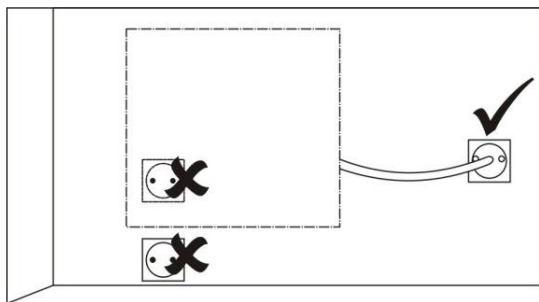

Рис.2
- Подключение к электросети: розетка должна быть расположена не менее чем в 10 см с боку от конвектора. См. Правильное положение розетки на Рис.2.